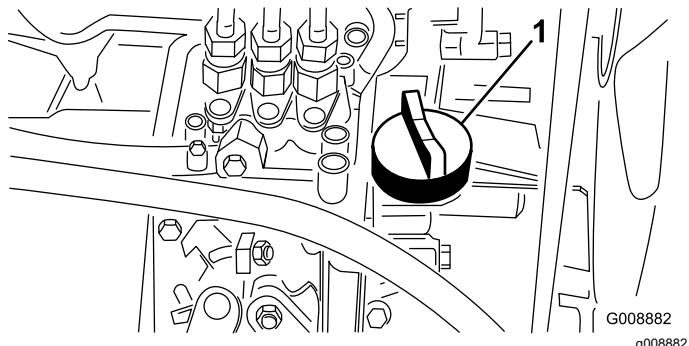

図 21
4. 不足していれば補給口キャップ図 21 をとり、ディップスティックのFull 位置まで少量ずつオイル